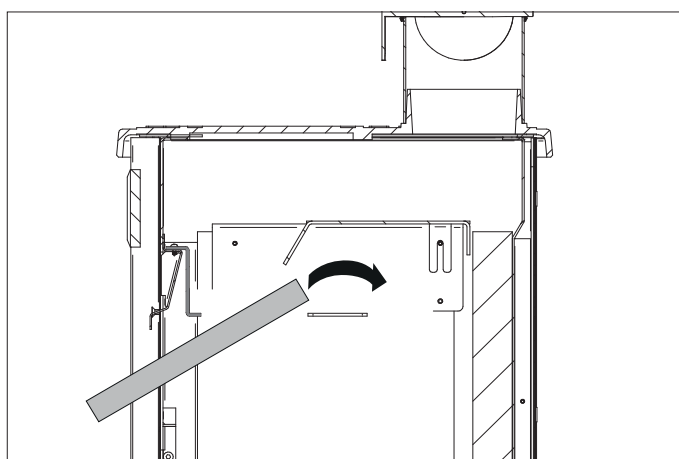

Fig. 6.2a
- retirer l'emballage du panneau réfractaire. Positionner ce dernier à l'intérieur de la chambre de combustion et effectuer d'abord l'opération illustrée en Fig. 6.2a puis celle de la figure Fig. 6.2b;